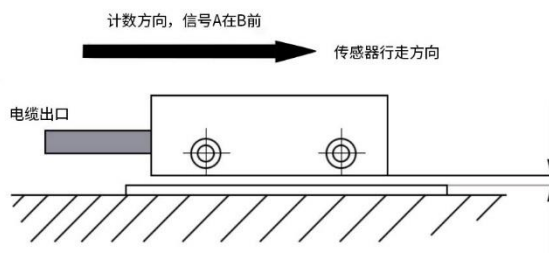
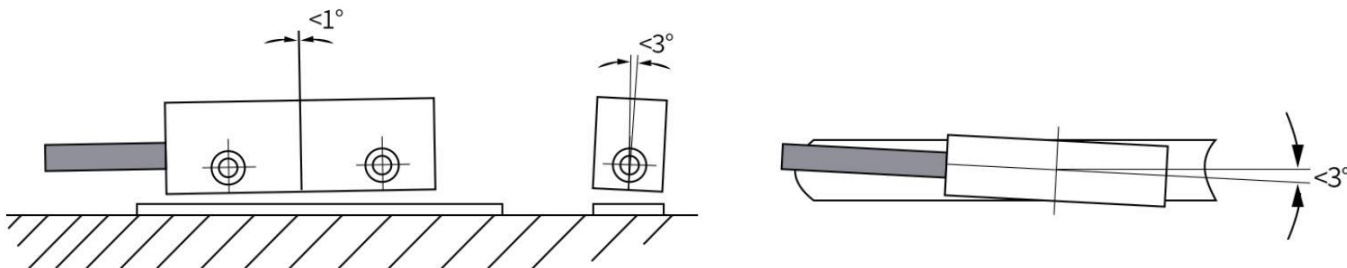

图 2-6 计数方向定义/安装
图 2-7 最大偏差
- 读数头必须与计数方向对齐（见图 2-6），如果计数方向会随跟踪电子装置（例如磁显示装置）而改变，则可以忽略。
- 安装磁栅尺读数头时，要确保磁条和读数头之间的间隙，应确保整个测量长度方向的最大偏差(见图 2-7)
- ◆ 观察在总行进距离中磁栅尺读数头和磁条之间的间隙是否超过容忍距离或读数头是否与磁条接触(见图 2-6、图 2-7)。